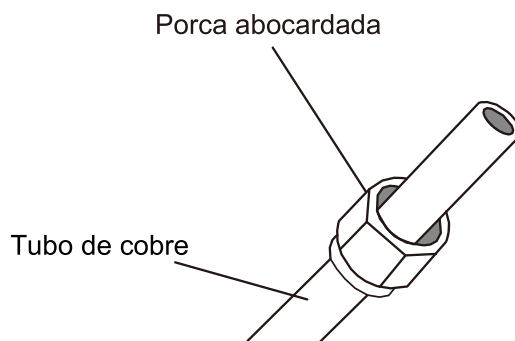

Fig. 5.3
3. Coloque as porcas abocardadas em ambas as extremidades do tubo. Certifique-se de que as porcas estão na posição correta, uma vez que não as pode reajustar nem mudar a sua posição depois de realizar o abocardado. Consulte a Fig. 5.3.